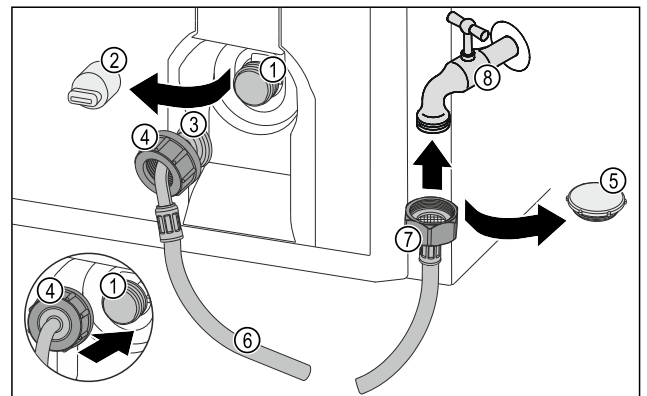

Fig. 45
- ▶ Távolítsa el a zárósapkát Fig. 45 (5).
- ▶ Helyezze fel az egyenes tömlővéget Fig. 45 (7) a vízcsapra Fig. 45 (8).
- ▶ Az óramutató járásának irányában húzza meg az anyát az egyenes tömlővégen Fig. 45 (7).